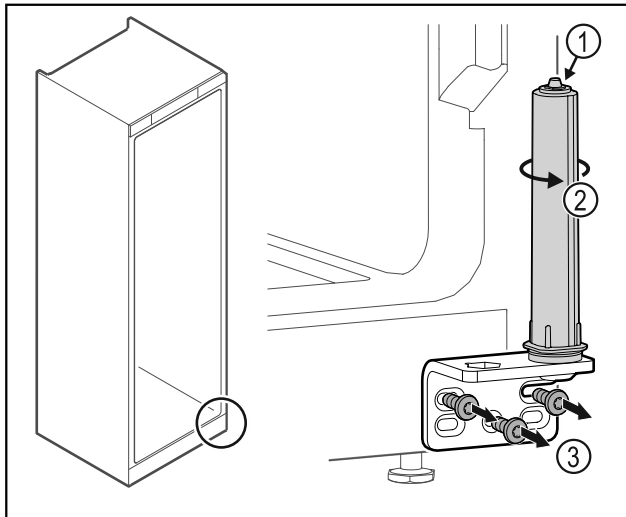

Fig. 29
- Älä pura oven sulkuyksikköä Fig. 29 (1).
- Kierrä sulkuyksikköä Fig. 29 (2), kunnes se naksahdaa.
- Irrota saranakulma Fig. 29 (3).